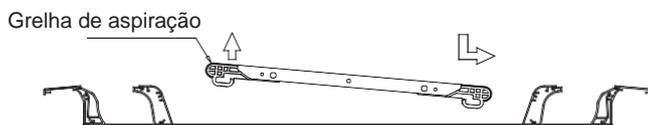

Fig. 5-9
- 1) Levante um lado da grelha de aspiração enquanto baixa o outro, depois deslize a grelha e siga a direção das setas da Fig. 5-9.